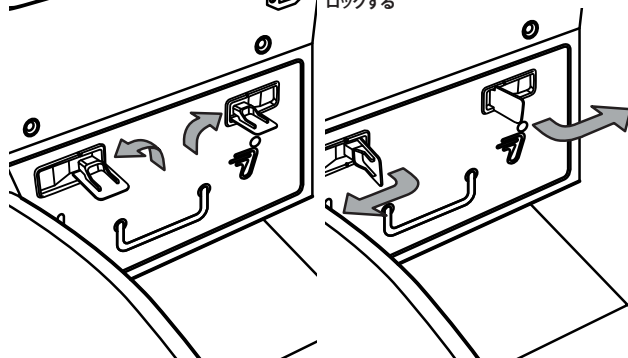

図 36:バッテリーモジュールのラッチをひねって倒す
4. ラッチをひねってから倒し (図 36)、バッテリーモジュールをロックします。